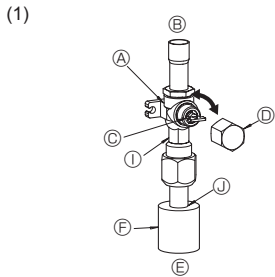
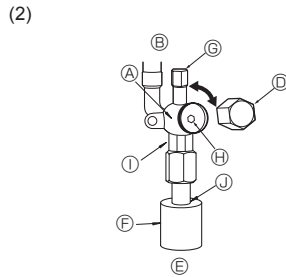

Fig. 4-6
Fig. 4-7
- (1) Gasseite (Fig. 4-6)
- ① Entfernen Sie die Kappe, ziehen Sie den Griff zu sich und drehen ihn zum Öffnen 1/4 Drehung nach links.
- ② Prüfen Sie, ob das Absperrventil vollständig geöffnet ist, drücken Sie den Griff zurück und setzen Sie dann die Kappe wieder auf und schrauben sie fest.
- (2) Flüssigkeitsseite (Fig. 4-7)
- ① Entfernen Sie die Kappe und drehen Sie die Ventilstange mit einem 4 mm-Sechskantschlüssel bis zum Anschlag gegen den Uhrzeigersinn. Hören Sie auf zu drehen, wenn der Anschlag erreicht ist.